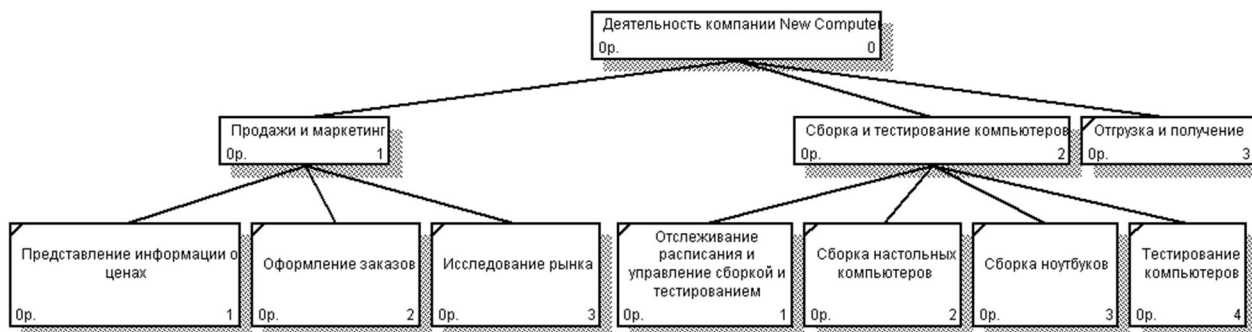

Рис. 14. Диаграмма узлов
2. Нажмите кнопку **ГОТОВО**. Создается диаграмма дерева узлов А0 (рис. 14).